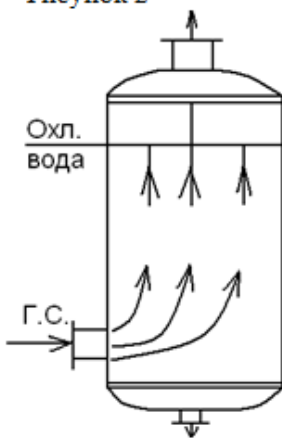

Рисунок 4
4).Рисунок 4                              5).Иной вариант ответа